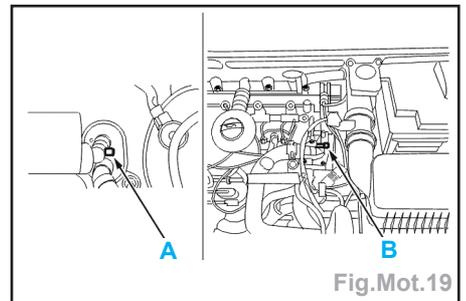

Fig.Mot.19
- Ouvrir les vis de purge (A) et (B) (Fig.Mot.19).